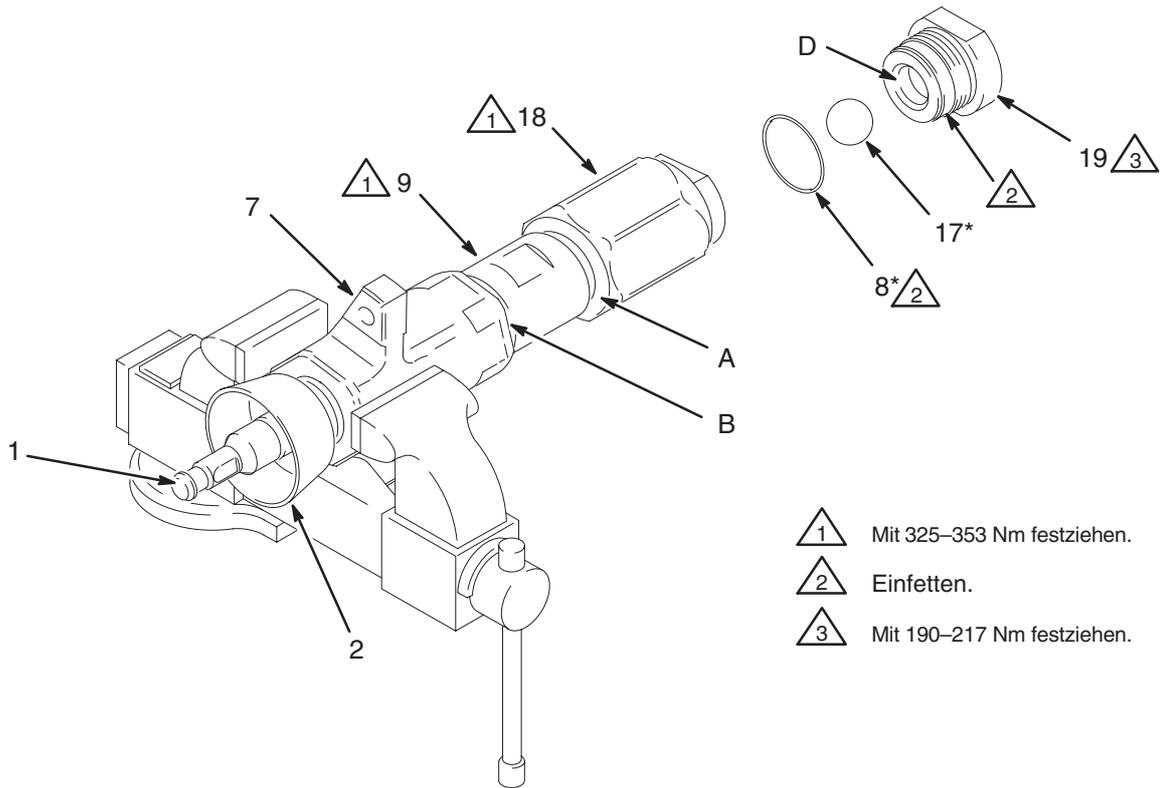

Abb. 7
1. Die Pumpe der Länge nach in einen großen Schraubstock einspannen, wobei die Klemmbacken entweder, wie in Abb. 7 dargestellt, am Auslassgehäuse (7) aufliegen, oder auf den Schlüsselflächen des Zylinders (9). Mit dem im Lieferumfang enthaltenen Schlüssel (110) die Packungsmutter (2) lockern, aber noch nicht entfernen.
2. Einlaßventil (19) mit einer Rohrzange vom Einlassgehäuse (19) abschrauben (18). Darauf achten, dass die Kugel (17) beim Entfernen des Einlassventils aufgefangen wird, damit sie nicht hinunterfällt und beschädigt wird. Dichtung (8) vom Einlaßventil abnehmen. Kugel und Sitz (D) des Einlassventils auf Abnutzung oder Beschädigung überprüfen.
3. Rohrzange an den Sechskant des Ventilgehäuses (18) anlegen. Die Pumpe kann entweder an der Verbindung A oder an der Verbindung B auseinandergenommen werden.
5. Packungsmutter (2) lose in das Auslassgehäuse (7) installieren.
6. Die Kolbenpackungen einfetten. Die Kolbenstange (1) und den Kolbensatz in den Zylinder (9) hinunterschieben. Der Zylinder ist symmetrisch, das heißt, es spielt keine Rolle, welches Ende nach oben weist. Mit einem Gummihammer die Stange in den Zylinder treiben, bis der Kolben (16) nahe am unteren Teil des Zylinders ist.
7. Dichtung (8*) am oberen Ende des Zylinders (9) einbauen. Dichtung und obere Gewinde des Zylinders einfetten.
8. Auslassgehäuse (7) wie in Abb. 7 gezeigt in einen Schraubstock geben. Kolbenstange (1) hinauf in das Auslassgehäuse schieben, dann den Zylinder (9) in das Auslassgehäuse handfest einschrauben. Die Gewinde greifen leicht ein, bis die Dichtung (8*) die Dichtungsoberfläche des Auslassgehäuses berührt. Das obere Ende der Stange steht aus der Packungsmutter (2) vor.
10. Dichtung (8*) auf das Einlaßventil (19) einbauen. Dichtung und Gewinde des Einlassventils einfetten. Einlasskugel (17*) in das Einlassgehäuse (18) geben, dann das Einlaßventil handfest in das Einlassgehäuse einschrauben. Die Gewinde greifen leicht ein, bis die Dichtung die Dichtungsoberfläche des Einlassgehäuses berührt.
11. Mit einem Schlüssel das Einlassgehäuse (18) auf 325–353 Nm anziehen. Dadurch werden beide Zylinderverbindungen (A und B) mit dem richtigen Drehmoment angezogen. Siehe Abb. 7.
12. Mit einer Rohrzange das Einlaßventil (19) auf 190–217 Nm. Siehe Abb. 7.
13. Die Packungsmutter (2) mit 136–149 Nm festziehen.